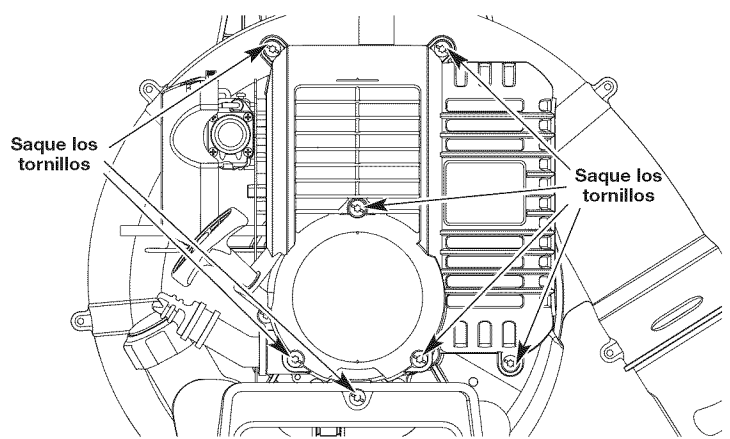

Fig. 30
1. Quite los siete (7) tornillos de encima de la tapa del motor con un destornillador de pala o Torx #25 (Fig. 30).
4. Saque la cubierta del motor (Fig. 30).
1. Apague el motor y espere que se enfríe. Quite los seis (6) tornillos de encima de la tapa del motor con un destornillador de pala o Torx #25 (Fig. 30).
3. Deje enfriar el motor. Quite los siete (7) tornillos de encima de la tapa del motor con un destornillador de pala o Torx #25 (Fig. 30). Saque la bujía de encendido y coloque 5 gotas de aceite de motor de buena calidad en el cilindro. Tire de la cuerda de arranque lentamente para distribuir el aceite. Vuelva a instalar la bujía de encendido.